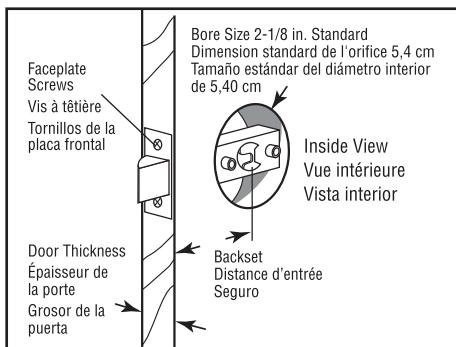
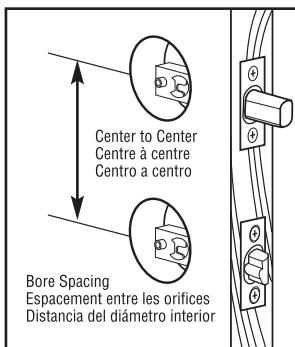

Fig. 1A
Fig. 1B
**Step 1:** Check to be sure this unit matches the backset, door thickness and bore size for your installation. (**Fig 1A**) For combination deadlatch and deadbolt models, check bore spacing, center to center. (**Fig 1B**)
**Étape 1 :** Vérifiez que cet article convient à la distance d'entrée, à l'épaisseur de la porte et à la dimension des orifices (**Fig. 1A**). Pour les modèles à pêne demi-tour à cran d'arrêt ou à pêne dormant à actionnement combiné, vérifiez l'espacement des orifices de centre à centre (**Fig. 1B**).
**Paso 1:** Asegúrese de que esta unidad coincida con el seguro, el grosor de la puerta y el tamaño del diámetro interior para su instalación (**Fig. 1A**). Para instalar los modelos de aldabas y cerraduras con pestillo, revise la distancia entre estos aditamentos y el diámetro interior, de centro a centro (**Fig. 1B**).